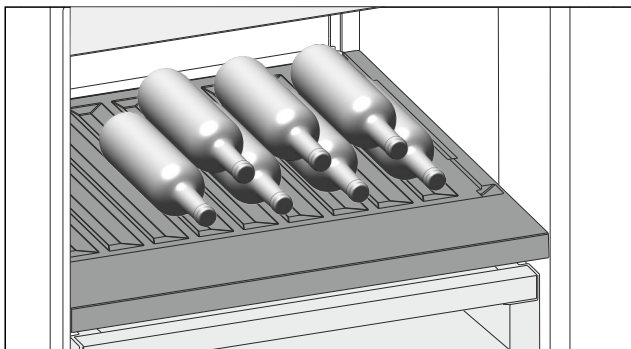

Fig. 157
- ▶ Помістіть пляшки дном у напрямку до задньої стінки. (див. Fig. 157)